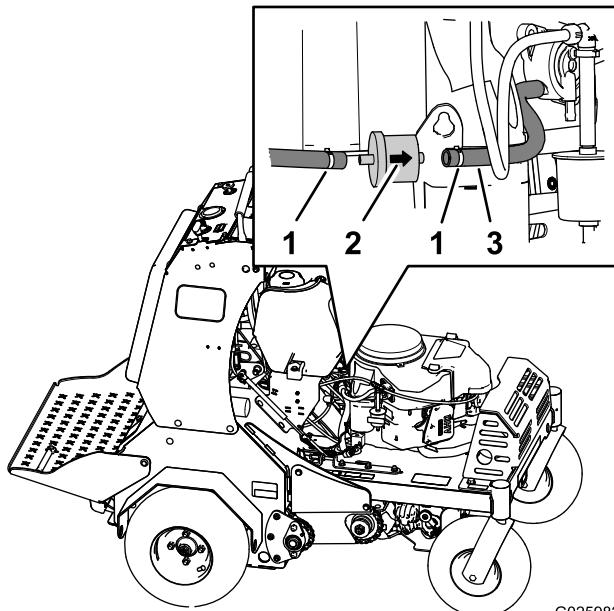

Figura 39
3. Apriete los extremos de las abrazaderas y deslícelas por el tubo alejándolas del filtro (Figura 39).
4. Desmonte el filtro de las mangueras de combustible (Figura 39).
5. Instale un nuevo filtro con la flecha de dirección de flujo alineada como se ilustra en la Figura 39.
6. Alinee las abrazaderas sobre la manguera y los acoplamientos del filtro de combustible (Figura 39).